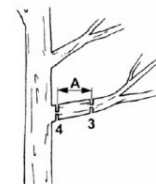

Fig.PP14
5.7.2- Elagage de branches épaisses (Fig.PP14)